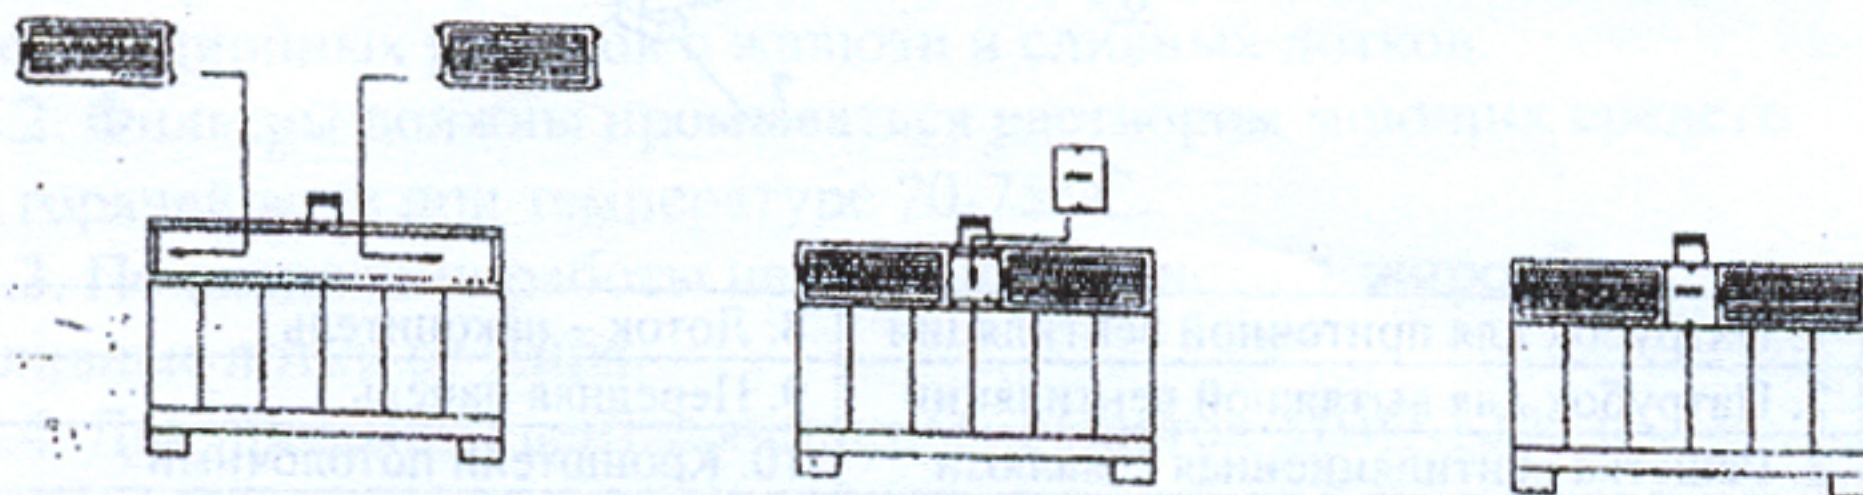

Рис. 3
6.4. Для промывки вентиляционных решеток МВО 1200 и МВО 1600 необходимо отвернуть два винта панели с надписью «АТЕSY» и, сдвинув решетки к центру, вынуть их (см. рис. 3), для промывки вентиляционной решетки МВО 500 необходимо отвернуть четыре винта от нее и снять ее.